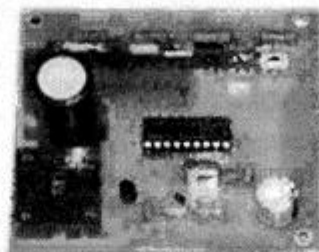

рис. 1
Включение и режим работы МК соответствует типовому включению PIC16F84. Как видно из принципиальной схемы (рис. 1), в МК задействованы все (RB) порты, их 8. Как раз хватает для того, чтобы зажечь 8 светодиодов, если это просто эффект бегущего огня, или 8, 16 букв, если это информационное табло. В данной разработке было реализовано информационное табло со словом "Радиоэлектроника", где загорались по две буквы, что составило 8 каналов.